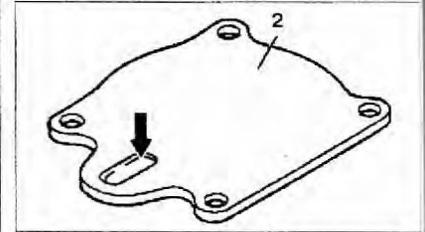

Рис. 4.53. Установите крышку 2.
9. Установите крышку 2 и затяните болты 1 ее крепления. Нанесите на крышку герметик, но осторожно, чтобы он не попал в масляную магистраль (стрелка) (рис. 4.53).